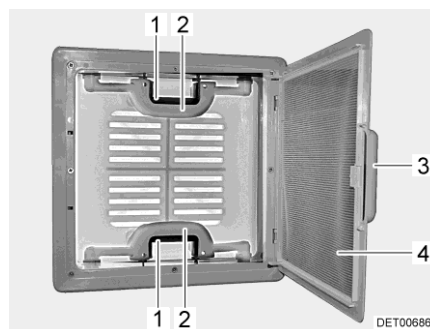

Bild 31 Taklucka med snäplås
- Drag i handtaget (Bild 31,3).
- Fäll ned insektsskyddet (Bild 31,4).
- Tryck snäplåset (Bild 31,1) mot takluckans insida. Tryck samtidigt takluckan uppåt med handtaget (Bild 31,2).
- Fäll upp insektsskyddet (Bild 31,4) så att det hakar i.
- Drag kraftigt ner takluckan med hjälp av båda handtagen (Bild 31,2) så långt, att snäplåsen (Bild 31,1) går i lås.